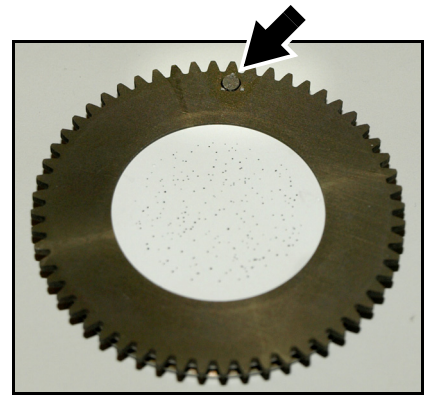

Figure 15: Aimant d'indexation des gobos
5. Voir Figure 15. Tournez le porte gobo jusqu'à ce que l'aimant (fléché ci-contre) soit aligné avec un point de référence que vous choisirez sur le châssis du module. Alignez systématiquement chaque gobo que vous démonterez avec ce repère et évitez de tourner la roue de gobo pendant le démontage du gobo. Ceci vous permettra de garder les gobos dans l'orientation d'origine et vous évitera de reprogrammer les lumières parce qu'un gobo a changé d'orientation après la maintenance.